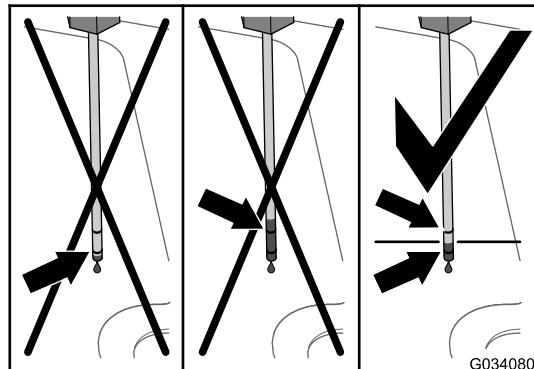

Figura 99
6. Retire a vareta e verifique o nível de fluido (Figura 99).
7. Adicione o fluido hidráulico especificado no tubo de enchimento até conseguir ver o fluido entre as 2 marcas na vareta (Figura 99).